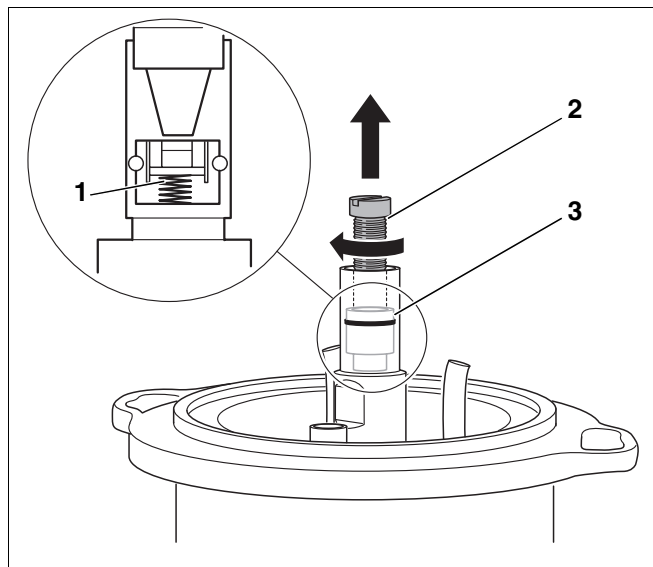

Abb. 36 Abschlussventil austauschen
Das Abschlussventil (Abb. 36, **Pos. 3**) im Ölvorwärmer arbeitet wie ein Rückschlagventil. Wenn die Ölpumpe in Betrieb ist, drückt sie das Öl durch das Abschlussventil. Schaltet sich die Pumpe aus, schließt sich das Abschlussventil über eine Feder (Abb. 36, **Pos. 1**).
- Schraube M5 × 50 (Abb. 36, **Pos. 2**) einschrauben.
- Abschlussventil (Abb. 36, **Pos. 3**) herausziehen.